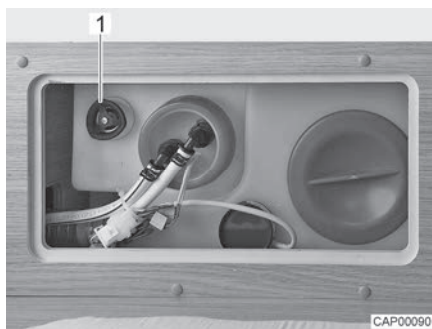

Bild 74 Vattentank med ratt
- Vrid ratten (Bild 74,1) på vattentanken moturs mot motståndet till stoppläget för att öppna utloppsöppningen helt.